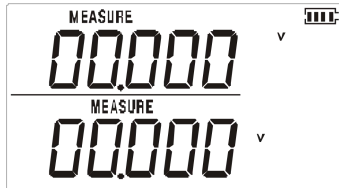

图 2.1-4
4. 接下去显示的是缺省的开机界面，如图 2.1-4 所示。